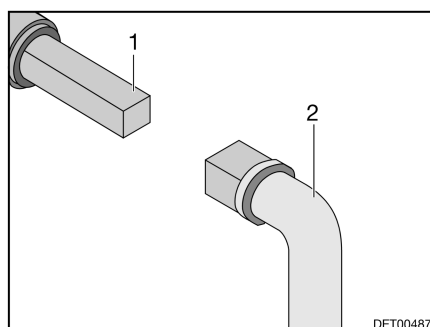

Fig. 103 Manejo del grifo para la eliminación de aguas residuales
- Insertar la llave (Fig. 103,2) en el cuadrado (Fig. 103,1).